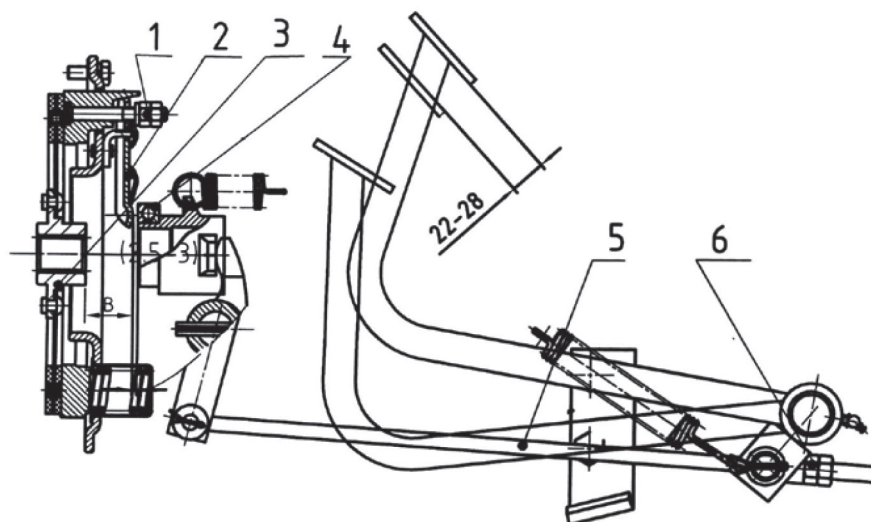

Рис. 4. Механизм сцепления.
- Схема сцепления показана на рис. 4. Оно преимущественно состоит из трех частей: ведущая часть, ведомая часть и контролируемая часть. Ведущая часть всегда вращается вместе с двигателем. Ведомая часть может вращаться, только когда сцепление активно.